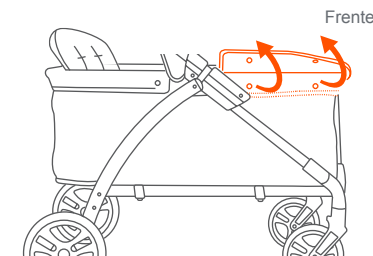

Fig. 17a
- 17)** • Si desea reemplazar la tela del vagón, desabroche los botones de la tela en el extremo delantero del armazón (Fig. 17a).